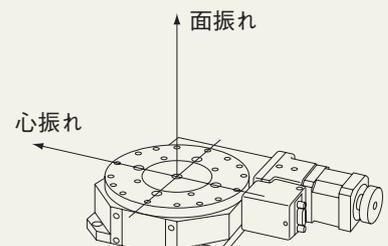

図11
⑨心振れ【図11】[JIS B 6194-1997 準拠]
⑩面振れ【図11】[JIS B 6191-1993 準拠]